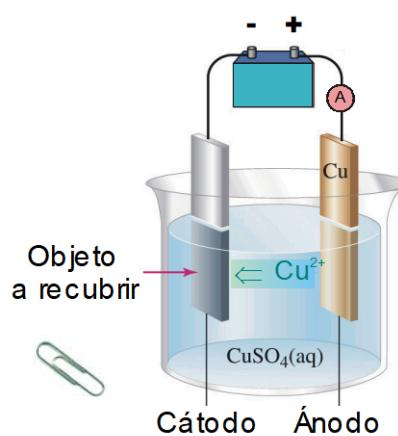

Figura 1
En aquesta pràctica es realitza un senzill experiment d'*electrodepositió* de coure. Es tracta de construir una cel·la electrolítica amb una font externa d'alimentació elèctrica i d'observar en ella l'*electrodepositió* d'una capa de coure sobre un objecte d'acer inoxidable, com per exemple un *clip*, que actua com càtode de la cel·la. L'electròlit és una dissolució de sulfat de coure(II) que aporta iones Cu^{2+} . Per últim, l'ànode és una làmina de coure metàl·lic (ver figura 1).